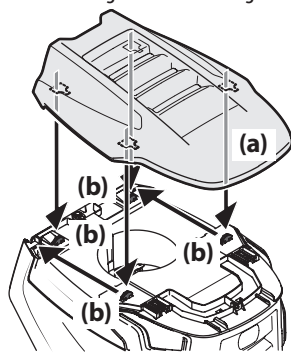

Figura 6
1. Para instalar la tapa del capó a presión (a), alinee los orificios de la tapa del capó (a) con las lengüetas (b) del cuerpo del capó como se muestra en la Figura 6.